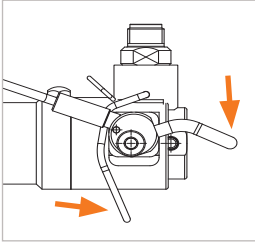

Abbildung 7
- ▶ Klappen Sie die Betätigungsbügel (Pos. 6) nach unten und ziehen Sie gleichzeitig an der Arretierung (Pos. 8) (Abbildung 7). Das flexible Drahtseil klappt nach oben und die Spannzangen öffnen sich.